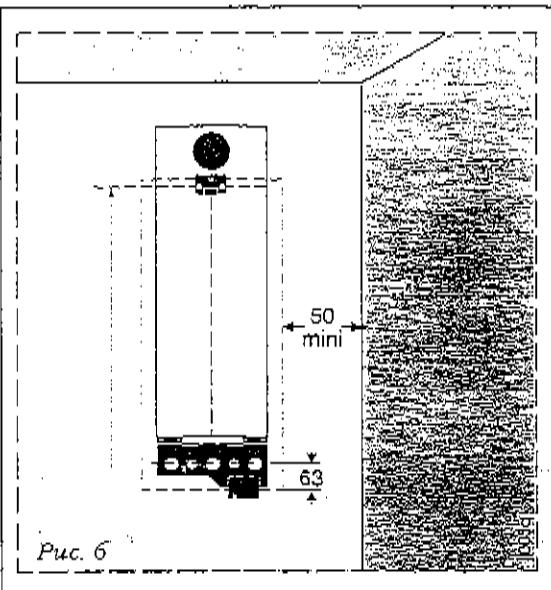

Рис. 6
- Оставить под камерой тяги не менее 1,80 м в случае, если она служит верхней вентиляцией. Это условие будет соблюдено, если крючок для крепления котла (рис. 6) укрепить на высоте 2,10 м от пола;